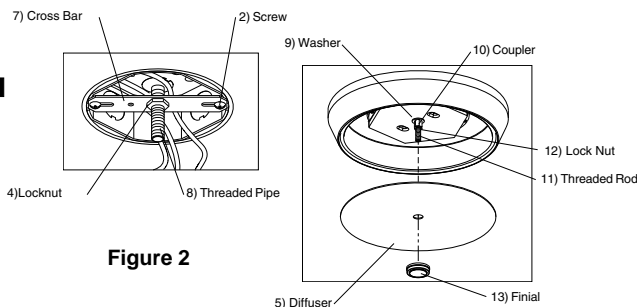

Figure 2
2. Install Crossbar (7) to junction box with two 1" Screws (2). Install 1-3/4" threaded rod (8) into crossbar (7)- leave approximately 1-1/4" exposed. Tighten locknut (4). **See Fig. 2**
2. Instale la barra transversal (7) a la caja de unión con dos tornillos 1" (2). Instale la barra roscada de 1-3/4" (45mm)(8) en la barra transversal (7). Deje al descubierto aproximadamente 1-1/4" (32mm). Ajuste la tuerca de seguridad (4). **Vea Fig. 2**